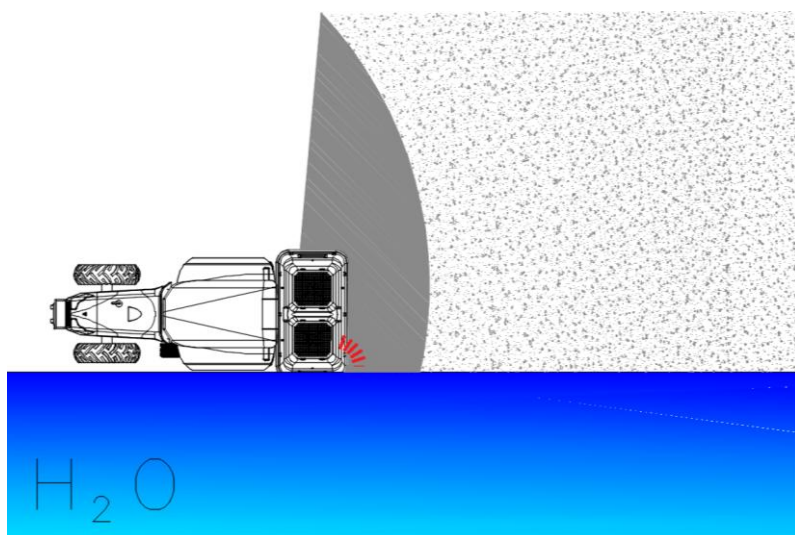

Figure 6.10 - Exemple d'épandage - limitation "depuis le bord"
Si vous souhaitez limiter l'épandage à la moitié complète du schéma d'épandage (*figure 6.10*), la limitation "à partir du bord", vous devez procéder comme suit :
- **Placez le tracteur à côté de la berge**, comme le montre l'image ci-contre (*figure 6.10*),
Le limiteur de bordure latérale permet de réduire l'impact sur l'environnement dans les situations où il n'est pas permis d'épandre des produits au-delà de la bordure du terrain (*figure 6.10*).